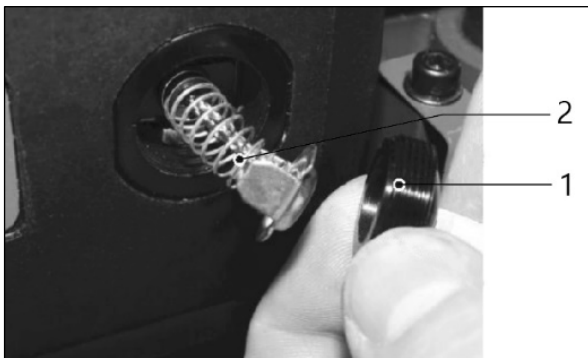

Рисунок 11.
- ослабьте крепление щеткодержателя **1** (рис. 11) и осторожно выньте щётки из двигателя;